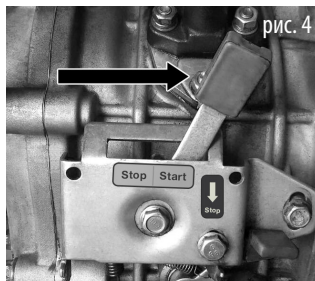

рис. 4
- Установите аварийный выключатель двигателя (рис. 4) в положение START (ВКЛ).